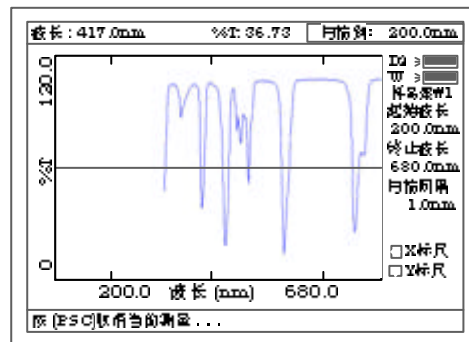
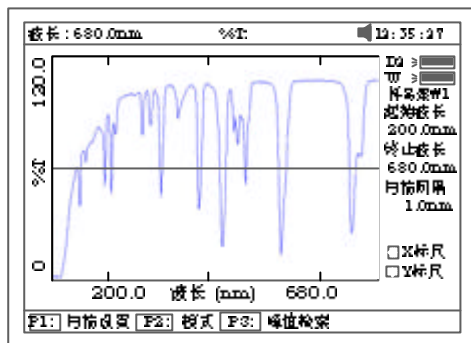

图 45
图 46
将待分析样品拉入光路后,按【START】键进行样品扫描。扫描过程中按【ESC/STOP】键可以停止扫描(图 45).扫描结束蜂鸣器响三声。图 46 示。
a. 如图 46 已完成某一样品的扫描图谱，按【SAVE】键，输入文件名后按【ENTER】确认即完成图谱存储。
- c. 图 46 中按【PRINT】键即可打印出扫描曲线，图 52 所示。